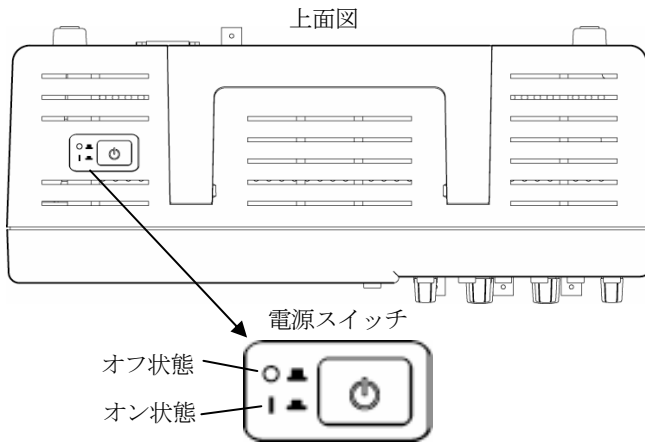

図 2.3 電源スイッチのオン/オフ
- ① 機器の上面左の電源スイッチがオフであることを確認します。(図 2.3 参照)
電源スイッチは図 2.3 (前ページ) の上面パネルの向かって左にあります。プッシュボタン式で1度押すとオンになり、もう一度押すとオフになります。